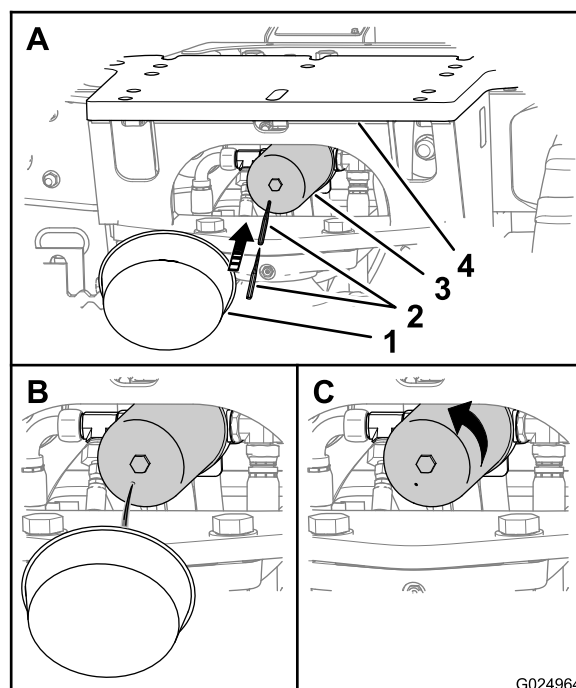

Figura 117
Nota: É possível acessar o filtro de retorno hidráulico por baixo da placa traseira de implemento da máquina (Figura 117).
1. Posicione um recipiente sob o filtro de retorno hidráulico (Figura 117).
2. Perfure o fundo do filtro de retorno hidráulico, escoando o fluido hidráulico residual para o recipiente (Figura 117).
3. Gire o filtro de retorno hidráulico no sentido anti-horário, removendo-o (Figura 117).